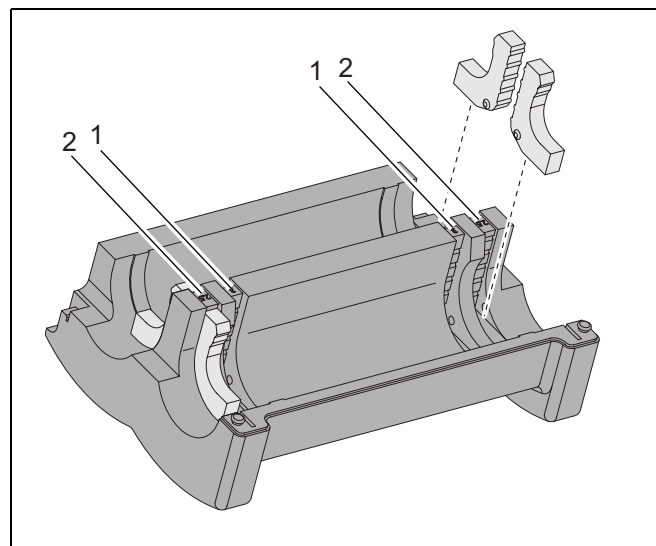

Рис. 10 Внутренняя изолирующая оболочка
- Во внешних теплоизоляционных оболочках сборных линий 2½" и 3" установите уменьшающие вставки. Вставки для сборной линии 2½" установите в наружных выемках. Вставки для сборной линии 3" установите во внутренних выемках (рис. 10, **поз. 1**).